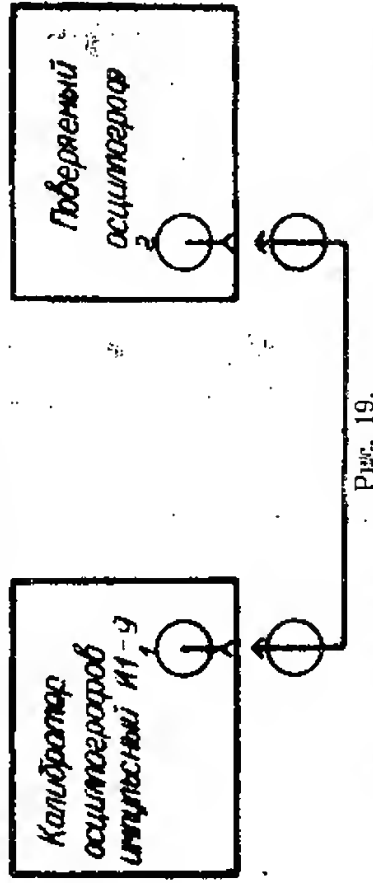

Рис. 19.
14.3.3.2. Погрешность коэффициентов отклонения определяют методом прямого измерения при помощи импульсного калибратора осциллографов (рис. 19).